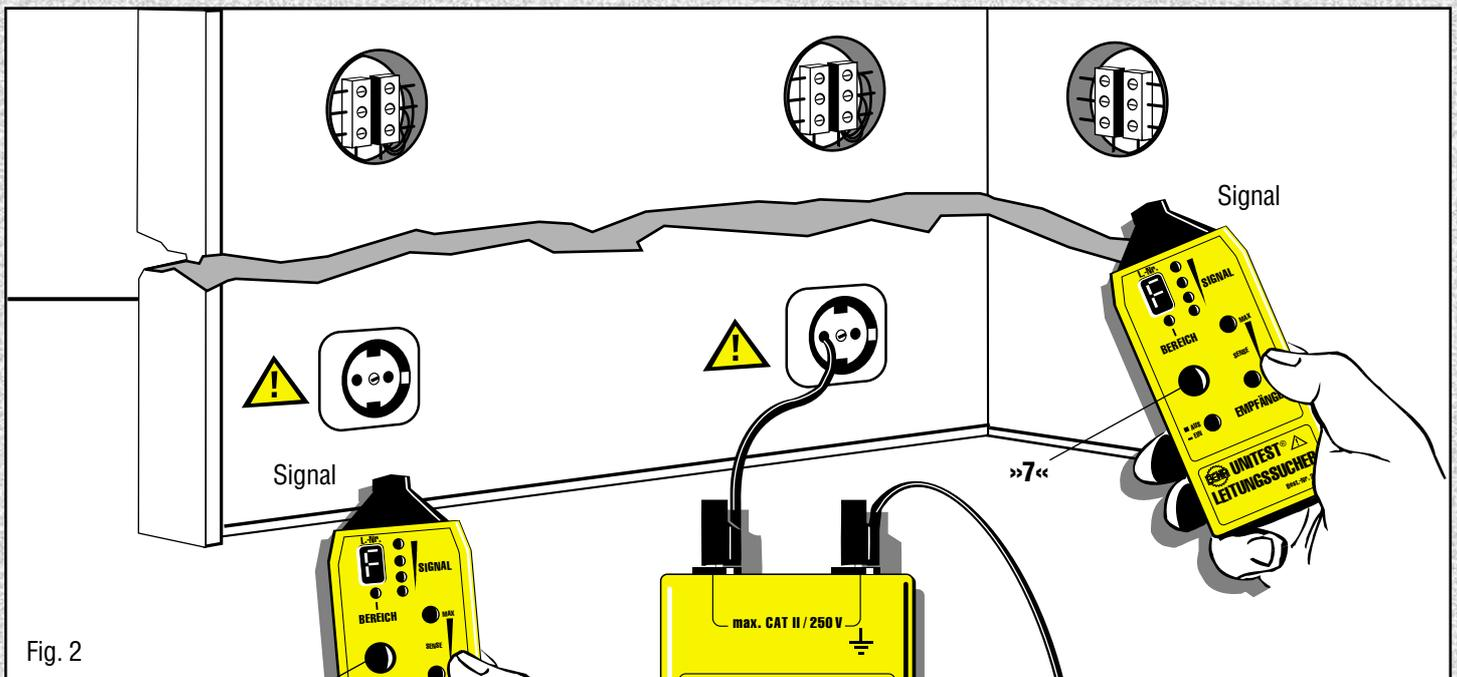

Fig. 2
- 3) Geber gemäß Fig. 2 an Phase und Schutzleiter anschließen.